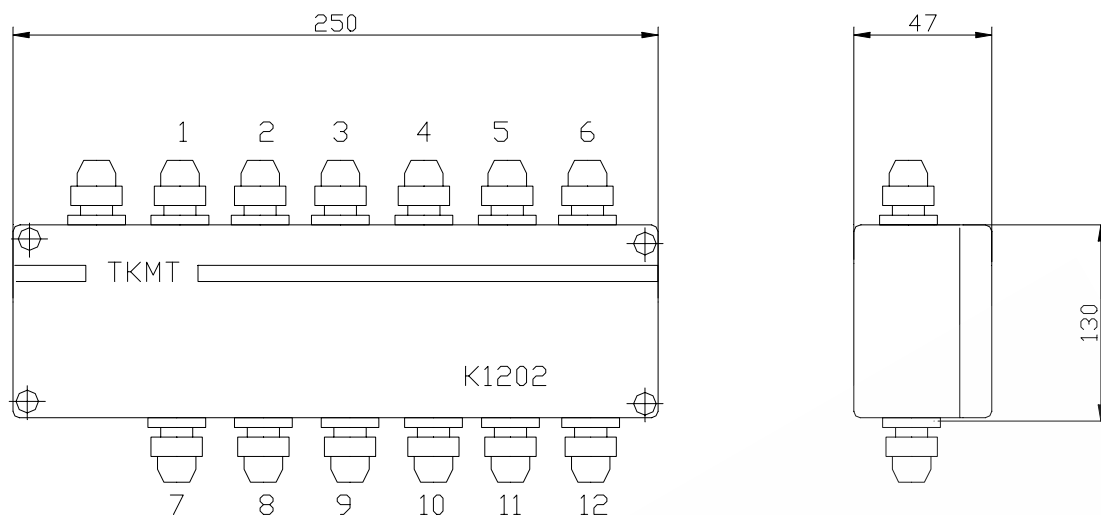
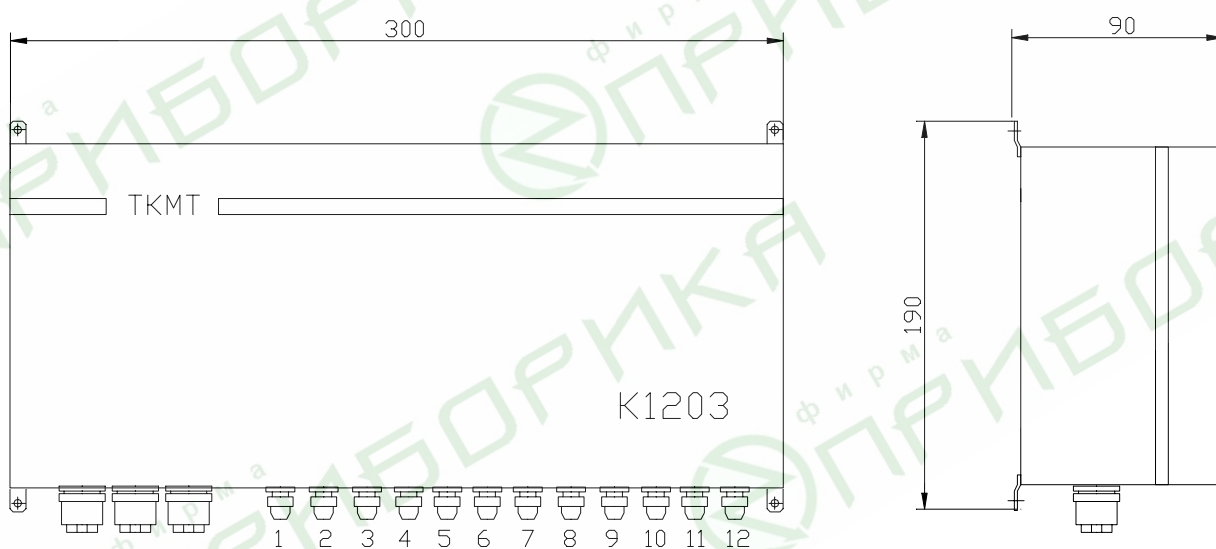
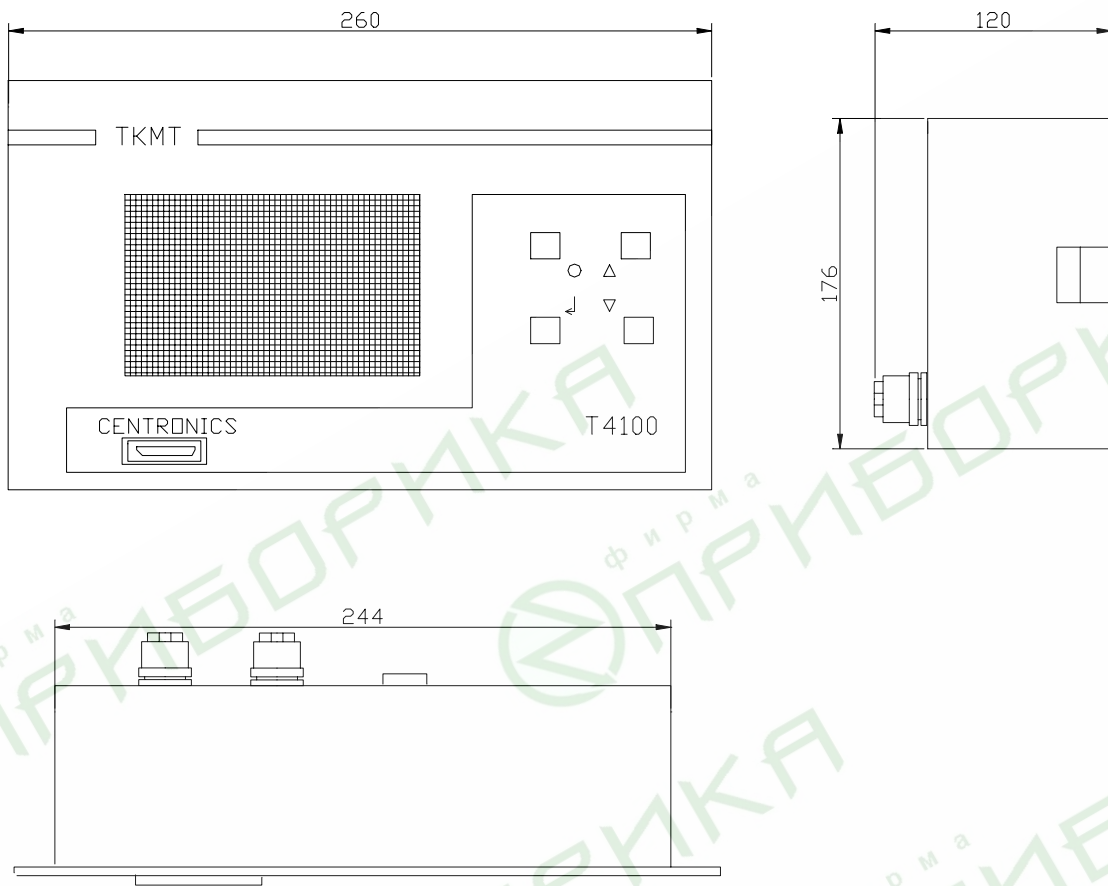

Рис.1. Внешний вид блоков коммутации K1201, K1202
Рис.2. Внешний вид блоков коммутации K1203, K1204, K1205
Рис.3. Регистратор
1.5.1. Регистратор МЕТРАН-900 состоит из блока коммутации (рис.1,2) и собственно регистратора (рис.3), выполненных в независимых отдельных корпусах.
1.5.2.3. Блоки коммутации К1201, К1202, (рис.1) и К1203, К1204 (рис.2) поставляются в комплекте с переносным пультом управления, предназначенным для настройки прибора под требуемые градуировочные характеристики первичных преобразователей.
1.5.3.3. Для выбора режима индикации данных на передней панели регистратора расположены кнопки управления (рис.3)
Для доступа к монтажным отверстиям в корпусе блока (рис. 1) необходимо снять верхнюю крышку прибора.
При подключении кабельных линий следует следить за нумерацией каналов в соответствии с рис.3. Ввод 1-го канала расположен рядом с вводом линии связи с регистратором.
Монтаж осуществляется с помощью наружных кронштейнов (рис.2).